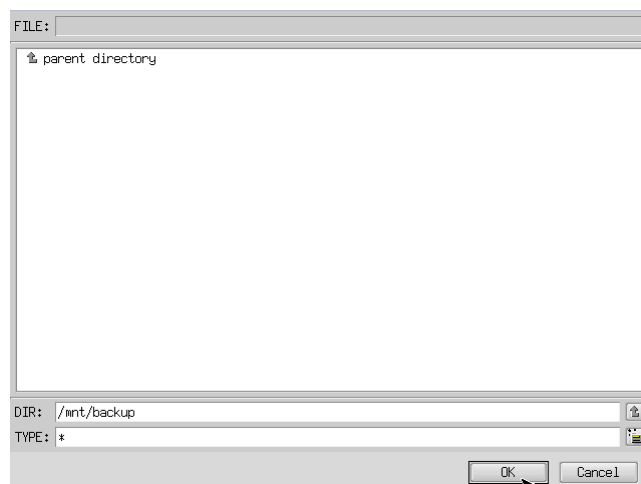

図 5-3-4. フォルダ参照画面
- ⑥ フォルダ参照画面（図 5-3-4）が表示されます。②で接続したパーティションは、/mnt にマウントされるので、/mnt 以下のフォルダを選択してください。[OK]を押すとフォルダ選択画面にもどります。